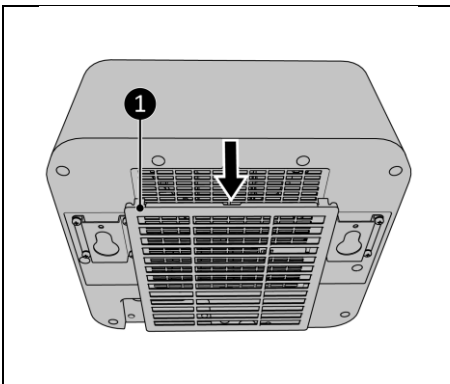
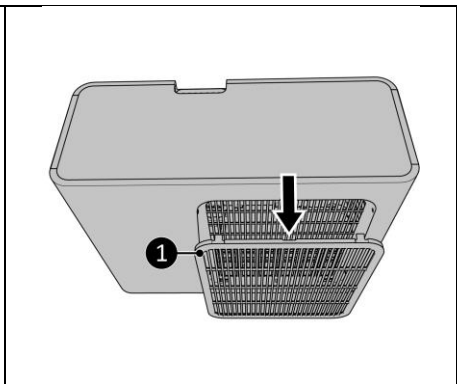

Abbildung 20
Abbildung 21
2. Entfernen Sie den Rahmen (Abbildung 20, Pos. 1 für das Innengerät und Abbildung 21, Pos. 1 für das Außengerät) und entfernen Sie den Filter.